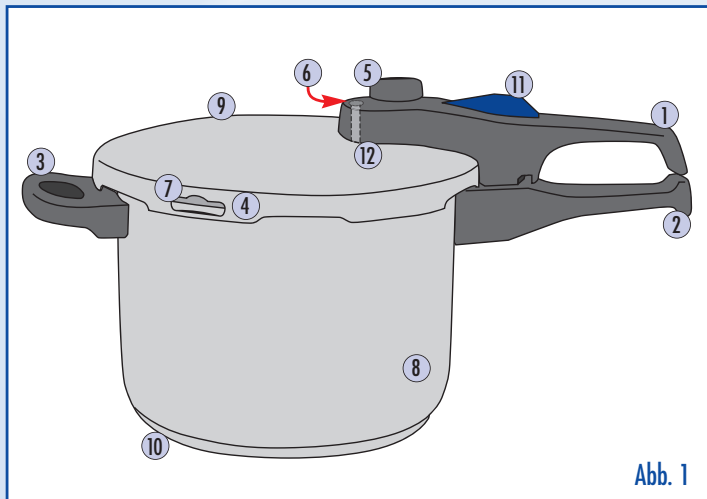
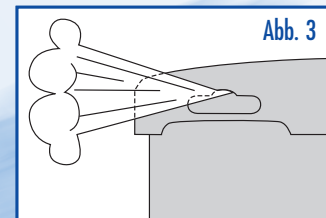

Abb. 1
Abb. 3
Bei einem übermäßigen Druckanstieg wird der Gummiring durch eine Ausparung im Deckelrand (Abb. 1, ⑦) herausgedrückt und der Druck kann entweichen (siehe Abb. 3).